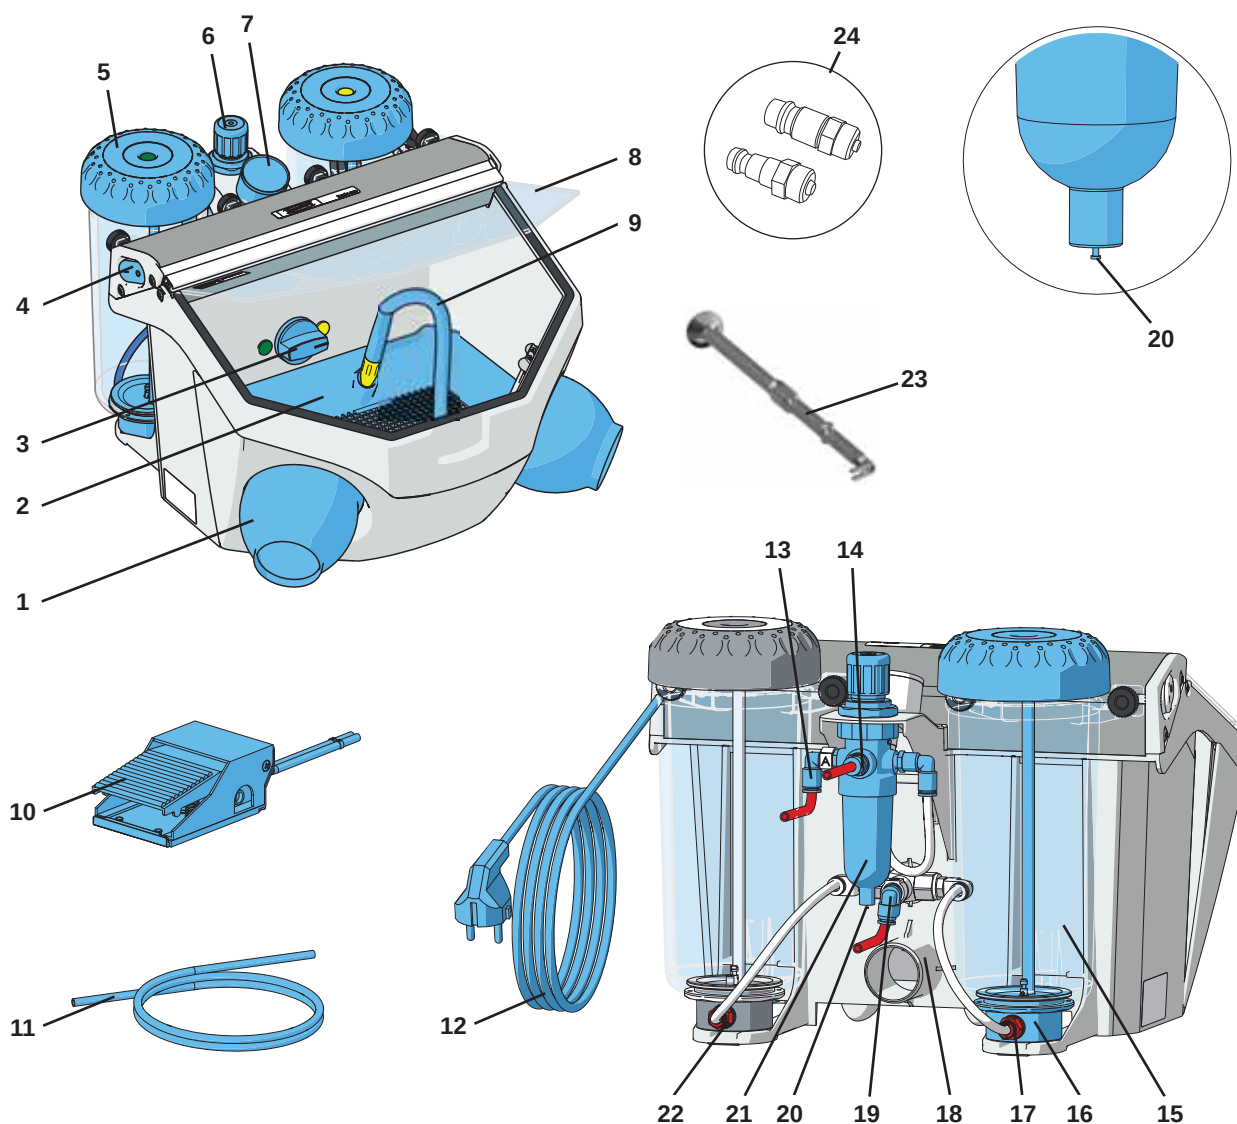

Fig. 1
- ⇒ Desenrollar el cable de la red (12, Fig. 1).
⇒ Accionar el interruptor de pie (10, Fig.1).